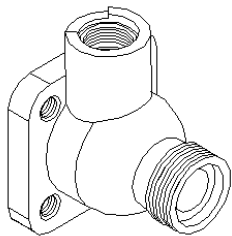

图 10-119 创建阀体螺纹孔
②② 改变视觉样式。选择菜单栏中的“视图”→“视觉样式”→“概念”命令，最终显示效果如图 10-119 所示。